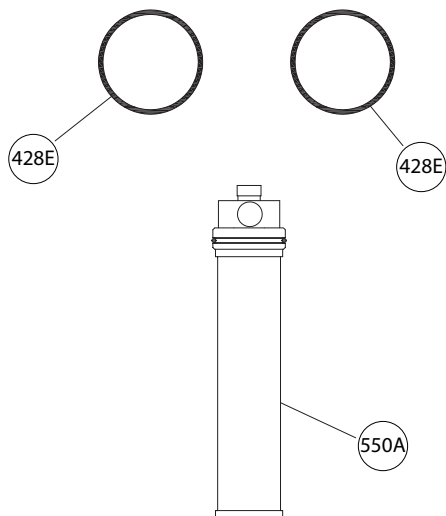

图 28: 滤油器套件
3. 维修滤油器套件 RK08174A 包括一个新滤油器 (550A) 和两个 O 形圈 (428E)。更换每个滤油器时应购买两个套件，一个用于驱动端，另一个用于非驱动端。请参见图 28: 滤油器套件 on page 42。